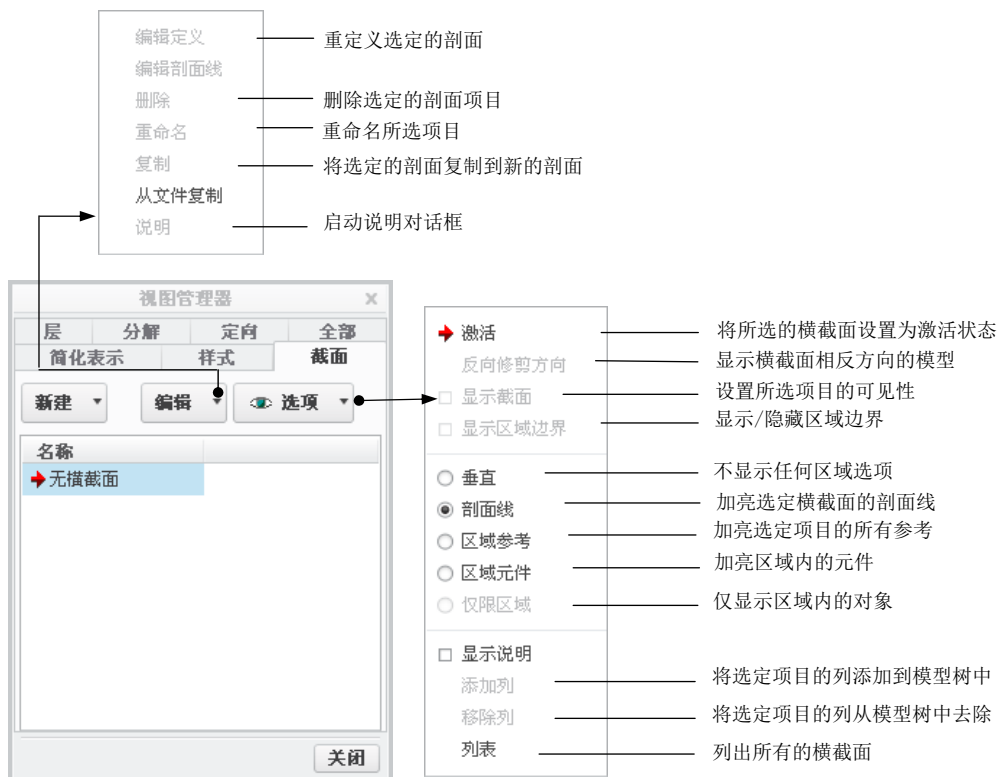
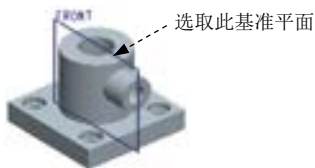
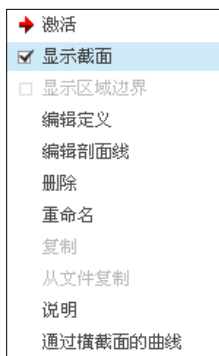
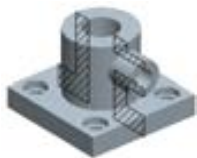

图 3.2.9 设置剖面
图 3.2.11 选取剖切平面
图 3.2.12 快捷菜单
图 3.2.13 新建横截面
在 Creo 3.0 零件或装配模块环境中，在 **视图** 功能选项卡区域中单击 按钮，在弹出的“视图管理器”对话框中单击 **横截面** 选项卡，即可进入横截面操作界面，操作界面中各命令的说明如图 3.2.9 所示。
Step3. 单击 **截面** 选项卡，在图 3.2.9 所示的剖面操作界面中单击 **新建** 按钮，选择“平面”选项 **平面**，输入名称 A，并按回车键。
- (1) 单击“截面”操控板的“参考”按钮 **参考**。
- (2) 在图 3.2.11 所示的模型中选取 FRONT 基准平面为截面参考。
- (3) 在操控板中单击按钮 **✓**，完成操作。
- (4) 此时系统返回到图 3.2.9 所示的截面操作界面，右击横截面名称 **A**，在弹出的图 3.2.12 所示的快捷菜单中选中 **显示截面** 命令；此时模型上即显示图 3.2.13 所示的新建横截面。
(2) 在“编辑剖面线”对话框中选中 使用零件的剖面线 单选项。
(3) 在对话框中的 **比例** 文本框中输入值 1, 单击“使图案的大小减半”按钮 (或“使图案的大小增加一倍”按钮)，来调节零件模型中剖面线的间距，直到合适，最后单击 **应用** 按钮并关闭对话框。
Step7. 此时系统返回到图 3.2.9 所示的截面操作界面，单击 **关闭** 按钮，完成“平面”横截面的创建。
Step3. 单击 **截面** 选项卡，在图 3.2.9 所示的剖面操作界面中单击 **新建** 按钮，选择“偏移”选项 **偏移**，输入名称 **B**，并按回车键。